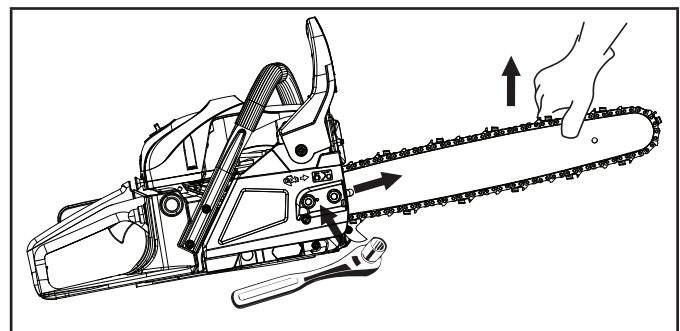

Figure 25
2. Sur le carter d'embrayage, desserrez (dans le sens antihoraire) les deux écrous de 13 mm (de 1/4 à 1/2 tour) qui fixent le carter à l'ensemble du moteur. Les écrous doivent être suffisamment desserrés pour permettre au guide-chaîne de tourner. Ne desserrez pas les écrous de plus d'un tour complet. Vous remarquerez que le guide-chaîne se déplace avec un effort minimal (Fig. 25).